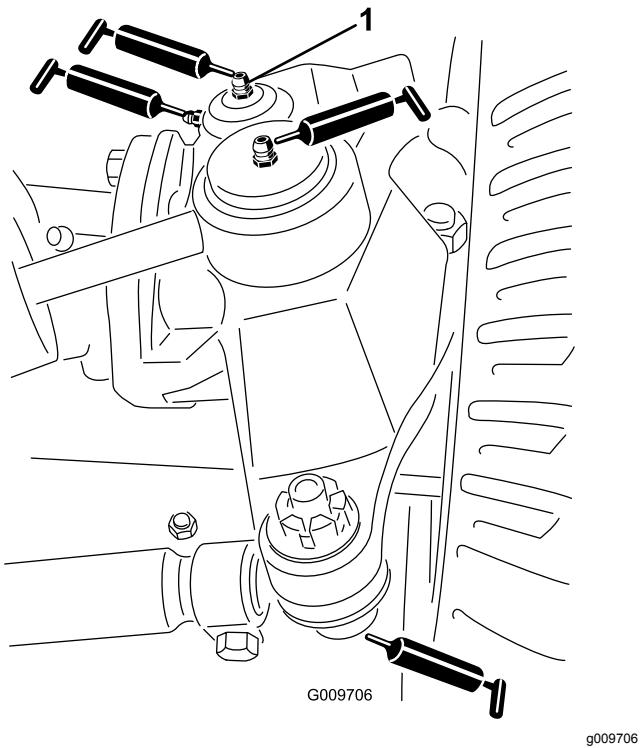

Рисунок 48
- Шаровые опоры гидроцилиндра рулевого управления (2 шт.) (Рисунок 48)